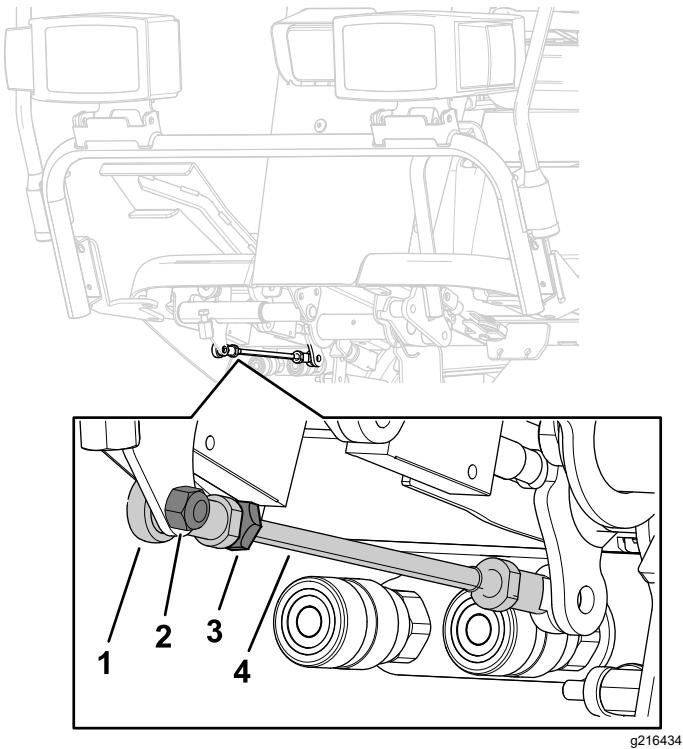

Figure 97
Si un autre réglage est nécessaire, réglez la tige de commande de déplacement (Figure 97) comme suit :
5. Desserrez l'écrou de blocage qui fixe l'extrémité tige à la tige de commande de déplacement (Figure 97).
7. Serrez l'écrou de blocage (Figure 97) et fixez l'extrémité de la tige à la pédale de déplacement avec le boulon et l'écrou retirés pour bloquer l'angle de la pédale.